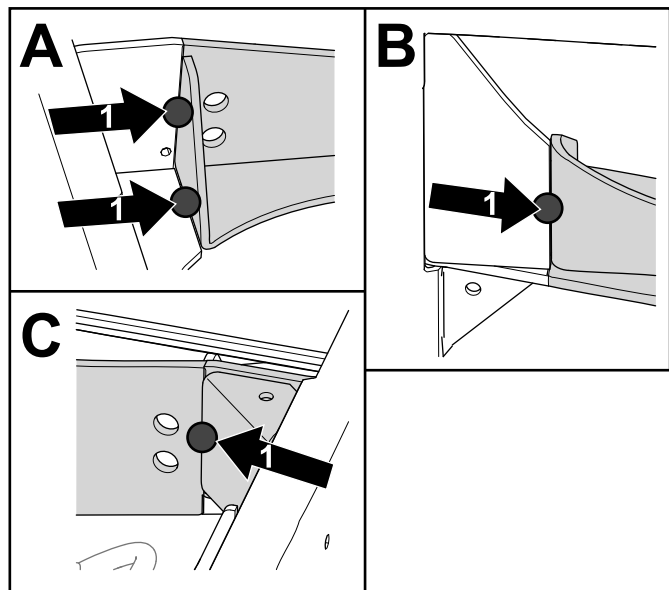

Figura 14
5. Aplique soldaduras de aderência no exterior, na parte inferior e onde o suporte do canto toca no suporte do eixo para o manter no lugar (Figura 14). Repita no outro lado.